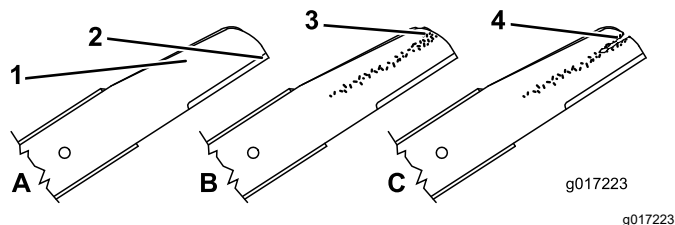

Figure 33
1. Examinez le tranchant des lames (Figure 33). Si elles sont émoussées ou présentent des indentations, déposez les lames et affûtez-les ou remplacez-les.
2. Inspectez les lames, et plus particulièrement l'ailette (Figure 33). Remplacez immédiatement toute lame endommagée, usée ou qui présente une entaille.